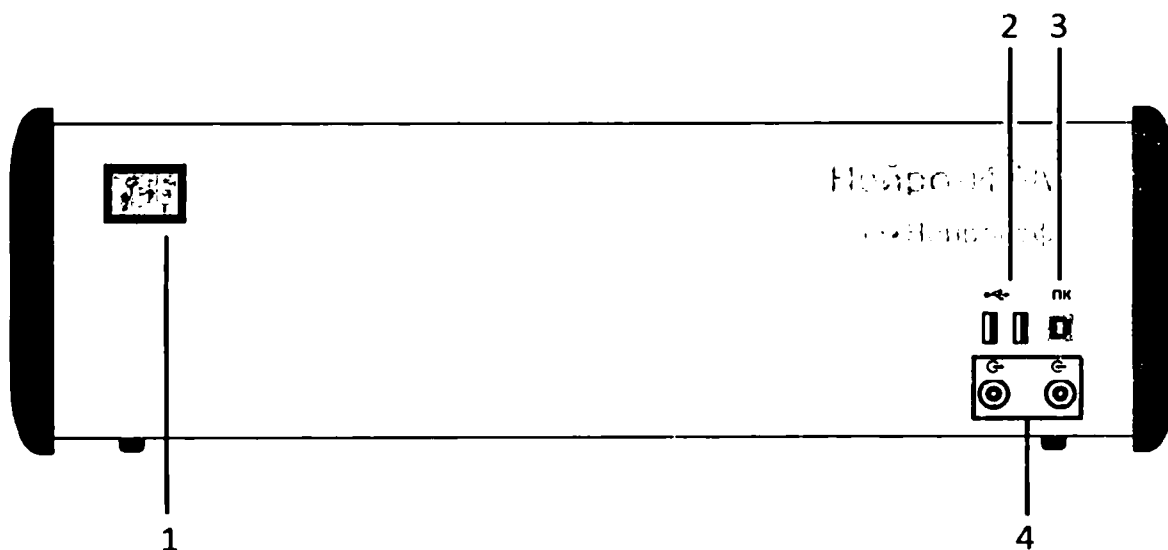
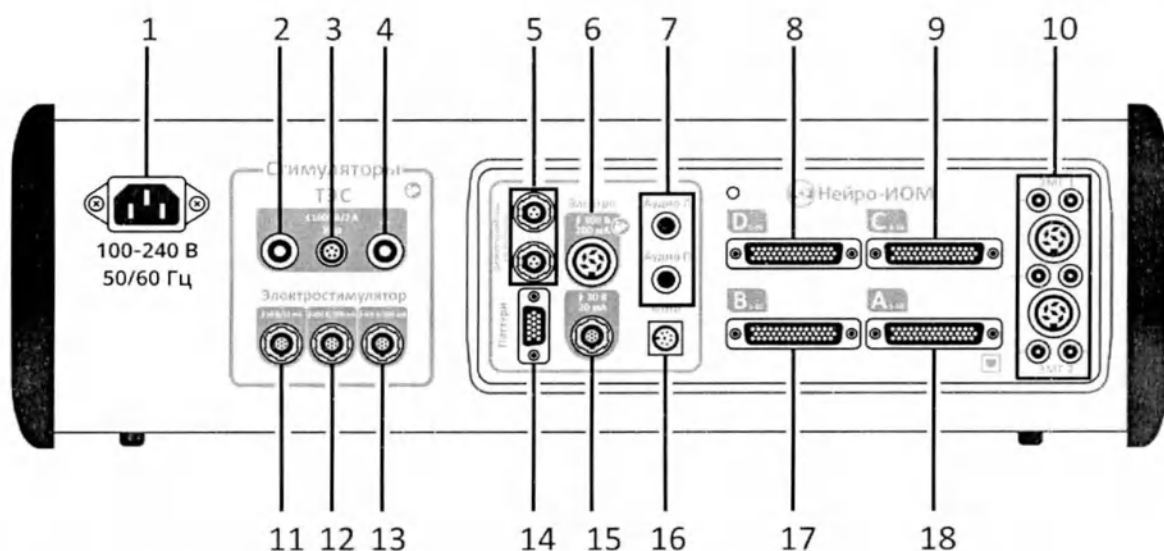

Рис. 5. Внешний вид передней панели 32-канального электронного блока «Нейро-ИОМ»
Рис. 6. Внешний вид задней панели 32-канального электронного блока «Нейро-ИОМ»
Внешний вид передней и задней панелей 32-канального электронного блока «Нейро-ИОМ» представлен на рис. 5 и рис. 6.
3. Коннектор (красный) для подключения к разъему выхода анода (+) транскраниального стимулятора электронного блока «Нейро-ИОМ» (рис. 6, поз. 4).
4. Коннектор (черный) для подключения к разъему выхода катода (-) транскраниального стимулятора электронного блока «Нейро-ИОМ» (рис. 6, поз. 2).